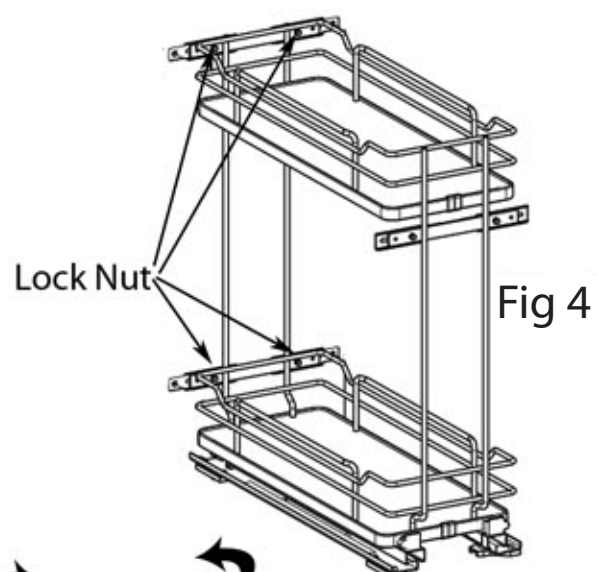

Fig 4
- 6) Loosen the (2) lock nuts at the back of the unit to allow the rear stop to float freely (See Fig 4). Move the rear stop until it catches the rear of the face frame (if frameless application, a block may need to be added to allow the stop work properly). Once the stop is at the right position, the lock nuts can be tightened and bumpers can be added to the front of the stops.
- 1) Loosen the (4) lock nuts inside the front wall of the unit. (See Fig 4)
- 3) Use the (4) #6 x 1/2" flat head screws provided to attach the door to the pullout unit.
- 6) **Afloje la tuerca de bloqueo (2) al fondo de la estructura para permitir a los frenos posteriores de flotar libremente (véase fig.4) Mueva los frenos hasta que se enganchen a la parte posterior del bastidor (si no se utiliza bastidor, un bloqueo será necesario para permitir a los frenos de funcionar bien). Una vez que los frenos están bien posicionados, la tuerca de bloqueo puede ser apretado y los paragolpes pueden ser adjuntados en el frente de los frenos.**
Si l'on a besoin d'ajuster la porte, dévisser les (4) boulons et régler la porte (Fig. 4)